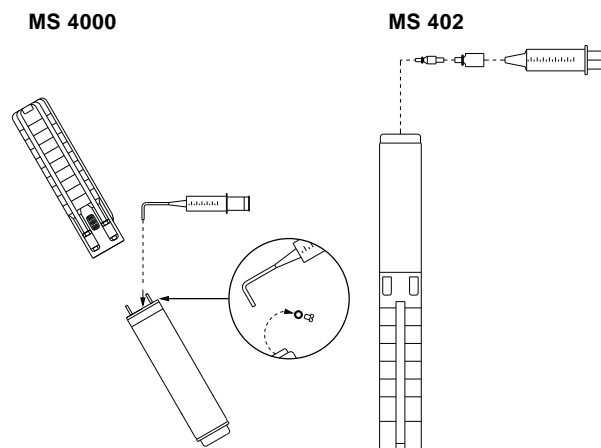

Fig. 2 Posición de la bomba durante el llenado – MS 4000 y MS 402
- Colocar la bomba sumergible como muestra la fig. 2. El tornillo de llenado debe estar en el punto más alto del motor.
- Inyectar líquido en el motor con una jeringuilla de llenado, fig. 2, hasta que el líquido vuelva a salir por el orificio de llenado.